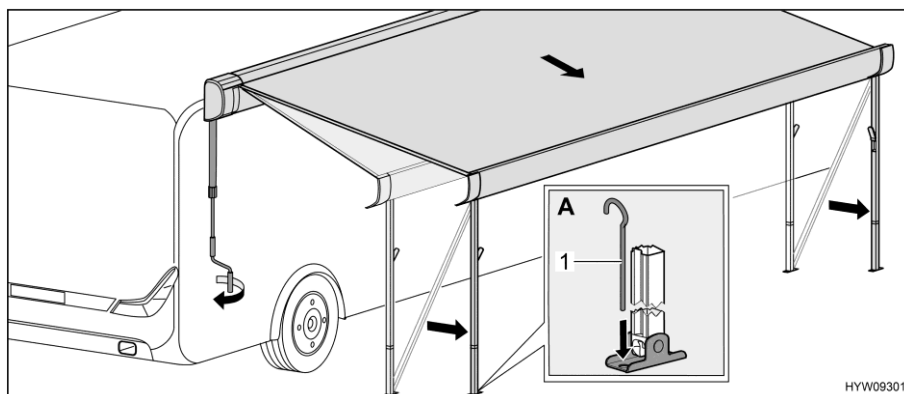

Fig. 18 Collocazione della tenda nella posizione finale
- Servendosi di puntelli (Fig. 18,1), fissare a terra i montanti di supporto (Fig. 18,A).